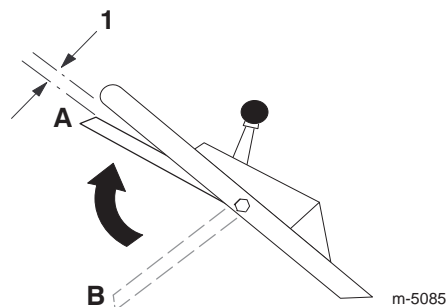

Figura 16
9. Alzate la stegola di comando della lama fino a circa 2,5 cm sotto il manico; vedere la posizione **A** nella Figura 16.